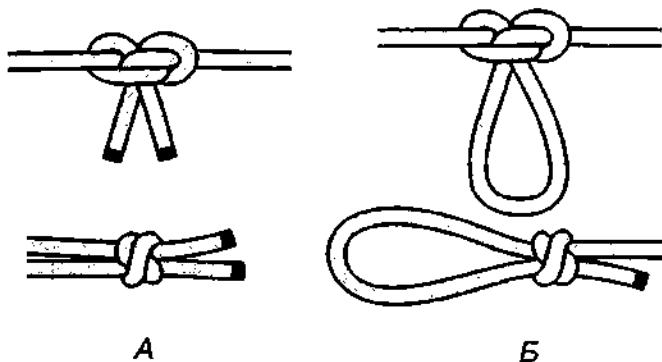
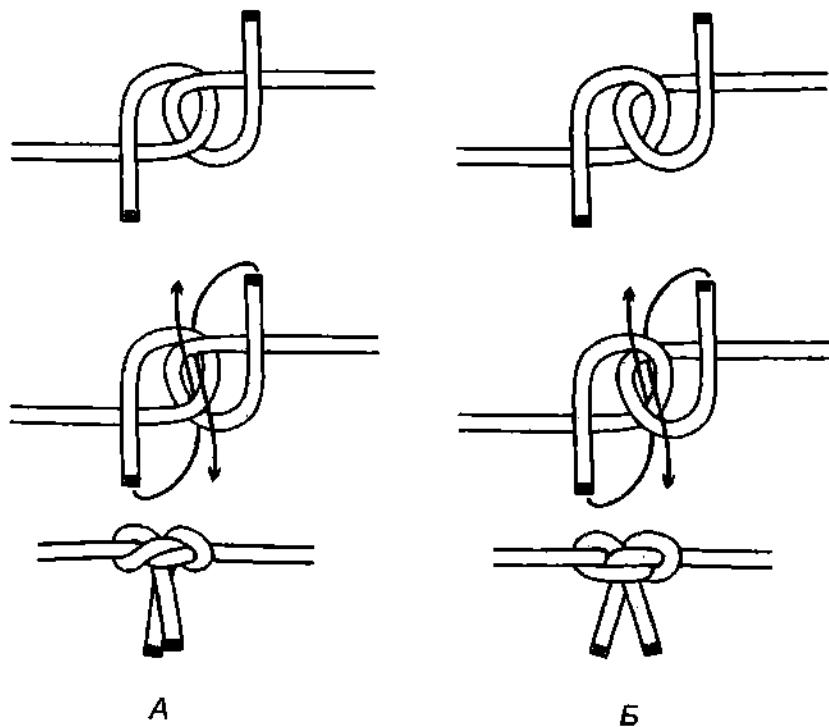

Рис. 840. А – симметричный узел; Б – незатягивающаяся симметричная петля.
Рис. 841. Завязывание: А – скорняжного узла; Б – симметричного узла.
**Симметричный узел** – это очень удачное переплетение двух **простых узлов**, создающее очень надёжный и крепкий узел, который как бы сильно не был затянут, всё равно легко и быстро может быть развязан (рис. 840). При завязывании **симметричного узла** нужно быть внимательным, чтобы случайно не получился **скорняжный узел** (рис. 841).